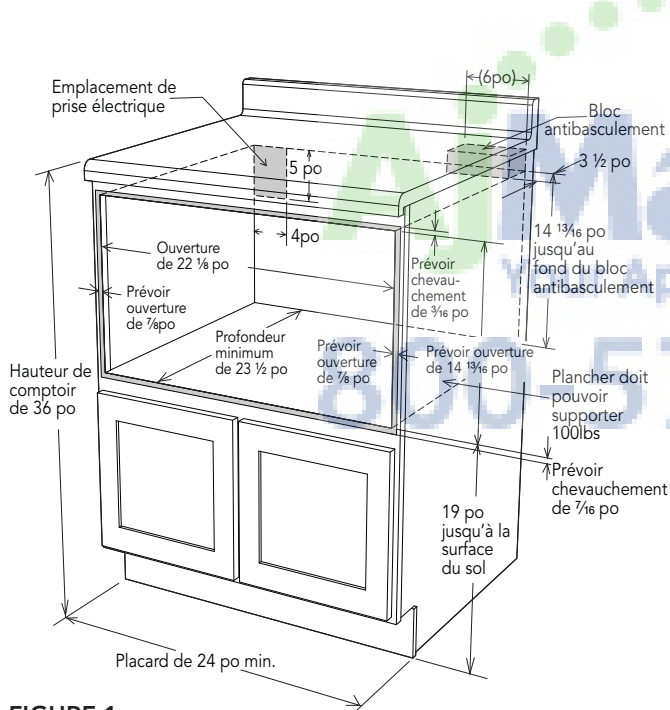
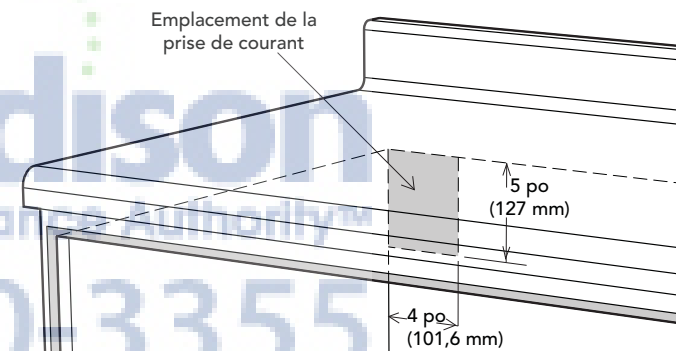

FIGURE 1
FIGURE 4
- POUR DES **RAISONS DE SÉCURITÉ**, N'INSTALLEZ CE TIROIR DANS AUCUN GENRE DE PLACARD COMBUSTIBLE, NI AUCUN PLACARD QUI NE SE CONFORME PAS AUX DIMENSIONS ET ESPACES INDIQUÉS AUX PAGES 2, CONSULTEZ LES FIGURE 1.
- Les dimensions illustrées en FIGURE 1 devraient être utilisées. Les dimensions indiquées donnent le jeu minimum. Situez la prise électrique dans la zone tramée en haut et à gauche dans le découpé. Consultez la FIGURE 4.
Les FIGURES 1 et 2 contiennent plusieurs dimensions de Four DrawerMicro aux fins de consultation lors de planifier l'emplacement du électroménager.
Pour réduire le risque de basculement du tiroir, il faut installer le bloc antibasculément conformément aux indications, 14 ¹³/₁₆ pouces au dessus du sol sur lequel le électroménager sera posé. Le bloc antibasculément six pouces doit être fourni par l'installateur. Consultez les FIGURE 1. Le bloc antibasculément prévient des blessures sérieuses éventuelles dues au déversement de liquides chauds.